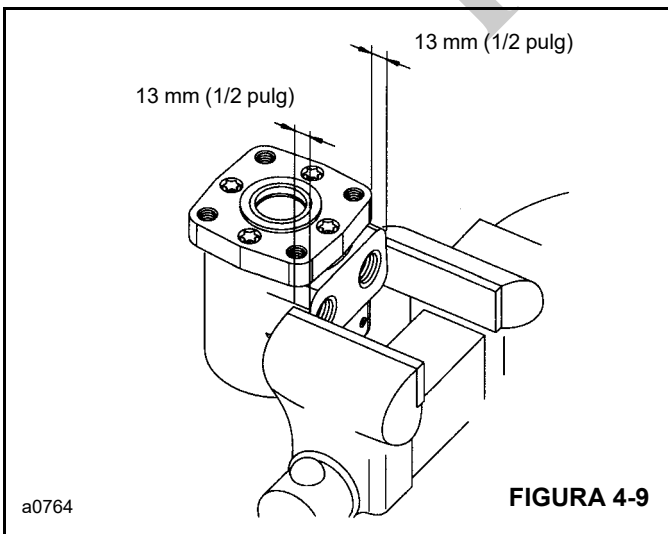

FIGURA 4-9
3. Retire la tapa terminal (17). Retire y deseche el sello (13) de la tapa terminal.
4. Retire la bomba de engranajes (16). Retire y deseche el sello (13) de la bomba de engranajes.
6. Retire el eje impulsor (14).
7. Retire la placa espaciadora (15).
8. Retire el sello (13) de la caja (10).
9. Retire el eje de salida (9) de la caja (10).
10. Retire el cojinete de agujas de empuje (8) del eje o la caja.
11. Ajuste la posición del motor en el tornillo de banco. Sujete a lo ancho de las lumbreras (Figura 4-9). NO fije sobre la caja. La presión de fijación excesiva en el costado de la caja causa distorsión.